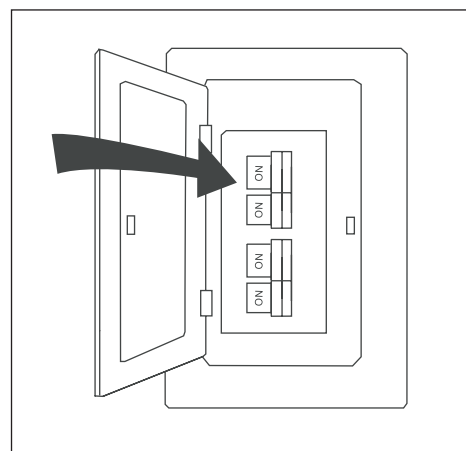

Figure 5.8
- Rétablissez l'alimentation électrique entre le panneau central de disjoncteurs ou de fusibles et l'interrupteur mural (Figure 5.8). L'assemblage est terminé.